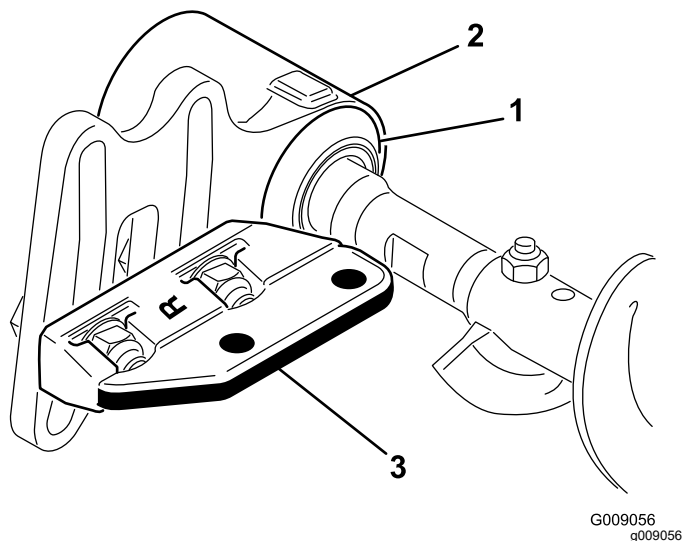

Figure 26
11. Faites glisser chaque joint d'étanchéité vers l'extérieur jusqu'à ce qu'il soit en léger contact avec chaque logement de roulement (Figure 26).